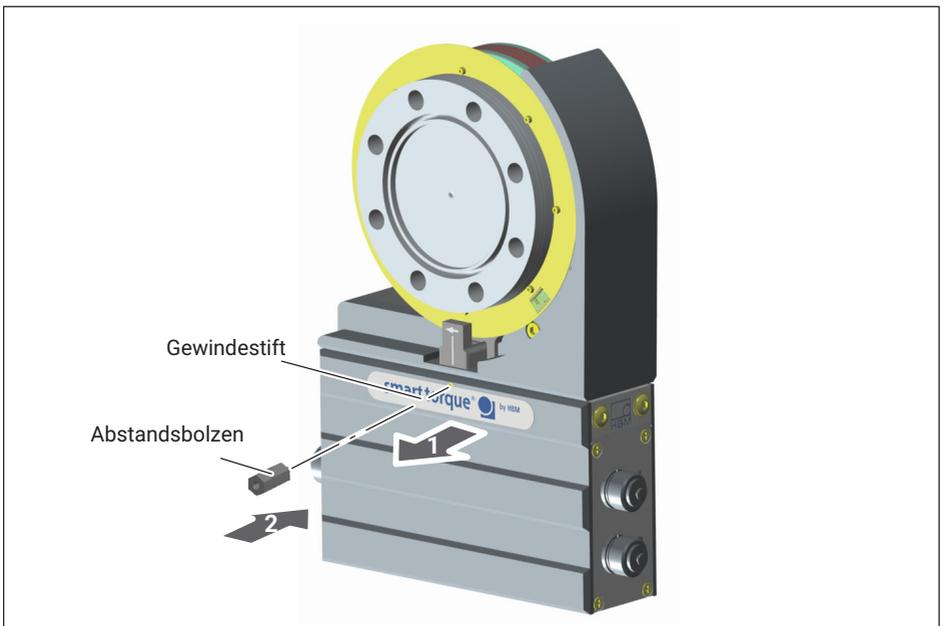

Abb. 8.6 Abstandsbolzen montieren (nur bei $5 \text{ kN} \cdot \text{m}$ und $10 \text{ kN} \cdot \text{m}$)
- Nur bei Messbereichen $5 \text{ kN} \cdot \text{m}$ und $10 \text{ kN} \cdot \text{m}$: Entfernen Sie auf beiden Seiten des Stators die Gewindestifte aus den Gewindebohrungen. Schrauben Sie den Abstandsbolzen in die Gewindebohrung auf der Seite des Drehzahlsensors ein (siehe Abb. 8.6).